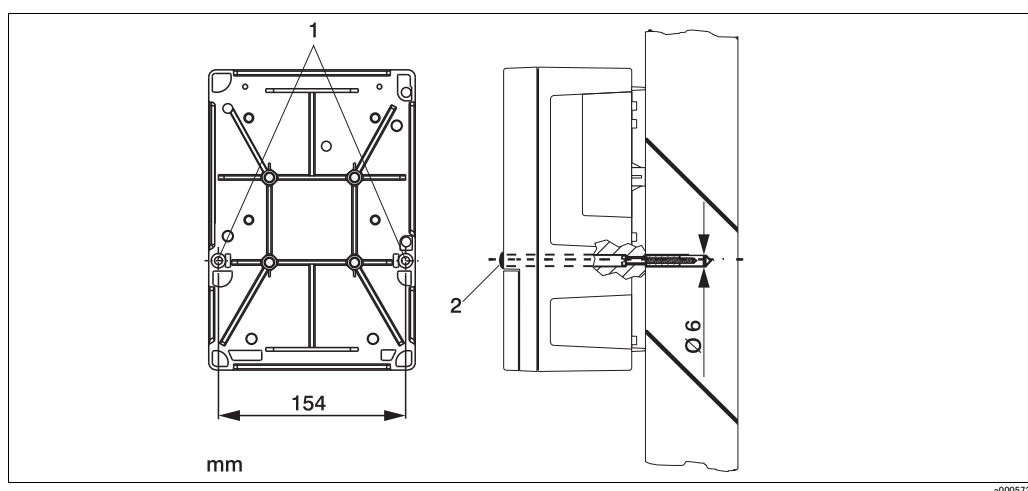

図 3.6 : 屋外設置型変換機の壁取付図
1. 図 3.6 に示す位置に取り付け壁面に穴をあける
2. (1) の穴に正面からネジを通し、壁面の穴にあてがう
4. (2) の位置にカバーキャップを取りつける